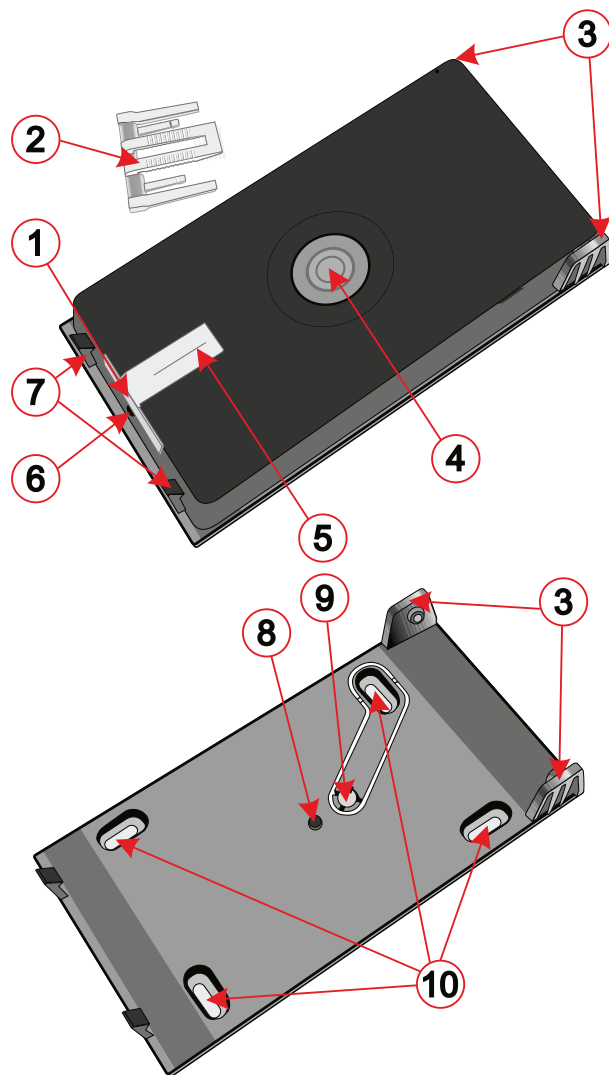
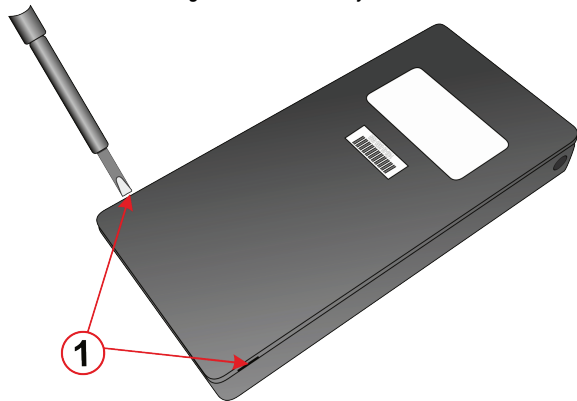

Fig. 1: Panikknapp och monteringsplattform - beskrivning av enskilda delar
Fig. 3: metod för att öppna panikknappen och ta bort ljusstyrningen för att ersätta den med en sedelhållare
För att använda denna funktion är det nödvändigt att byta ut den standardiserade ljusledaren som visas i Fig. 3 mot en ljusledare utrustad med en klämma (2) som visas i Fig. 1 och som ingår i förpackningen. Detektering av borttagning av sedlar kan användas för att skydda kontrakt eller andra värdefulla dokument, i ett kassaskåp eller en säkerhetsbox.
Vi rekommenderar att paniklarmknappen installeras på monteringsplattformen (fig. 1). Monteringsplattformen möjliggör installation på olika typer av ytor och gör det möjligt att upptäcka sabotage om enheten tas bort från monteringsplattformen.
1. Ta bort panikknappen från monteringsplattformen genom att applicera en liten kraft på gångjärnets sidor (3), se fig. 1, för att separera dem från varandra. Denna åtgärd utförs bäst med hjälp av ett platt verktyg.
2. Fäst monteringsplattformen på önskad plats med hjälp av fyra skruvar. (10).
3. Ta bort apparatens bakplatta, denna åtgärd kan utföras genom att bända bort den med hjälp av en platt skruvmejsel som visas i Fig.3.
Kontrollpanelen upptäcker och rapporterar automatiskt låg batteristatus. Det är nödvändigt att försätta systemet i serviceläge innan batteribytet sker (knappen är utrustad med en sabotagesensor). Enheten kan öppnas enligt bilden i fig. 3.